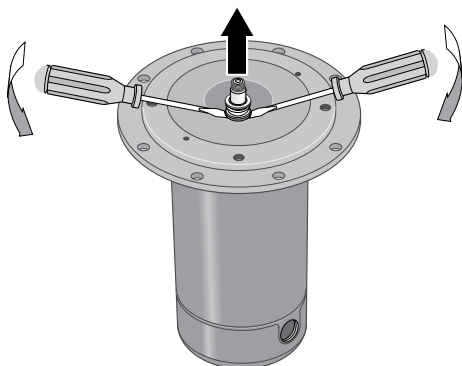

Figure 16 : Déposer la plaque d'étanchéité
3. Déposer la moitié rotative du joint en glissant la lame de deux tournevis sous la bague du joint et en soulevant **prudemment** (Figure 16).